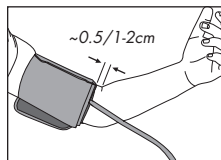

Fig. 5
3. El borde inferior del brazalete debe colocarse aproximadamente 0.5 cm por arriba del codo (Fig. 5).